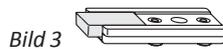

Bild 3
- A Füllstück Endlagendämpfung (**814**) in den Anschlag (**813**) (siehe Bild 3) eindrücken.